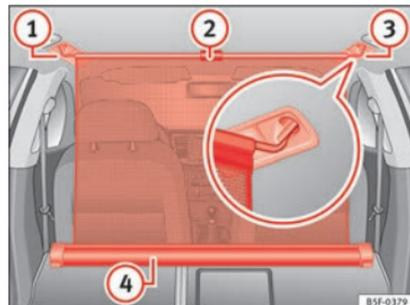

Abb. 170 Im Gepäckraum: eingehängte Netztrennwand bei vorgeklappter Rücksitzlehne.
- Ziehen Sie die Lasche »» **Abb. 170** ② nach oben, um das Netz aus dem Einsatz »» **Abb. 170** ④ zu nehmen.
- Hängen Sie die Netztrennwand an der rechten Seite »» **Abb. 170** ③ (vergrößerte Darstellung) ein.
- Haken Sie das Trennwandnetz in die Aufnahme auf der linken Seite ein »» **Abb. 170** ①, indem Sie an der Stange ziehen.
Das Trennwandnetz ist richtig eingebaut, wenn äußeren Enden in T-Form fest in den entsprechenden Aufnahmen »» **Abb. 170** ③ und ① aufgenommen sind.
- Rollen Sie die Netztrennwand in den Einsatz »» **Abb. 170** ④ ein, indem Sie sie mit der Hand nach unten ziehen.